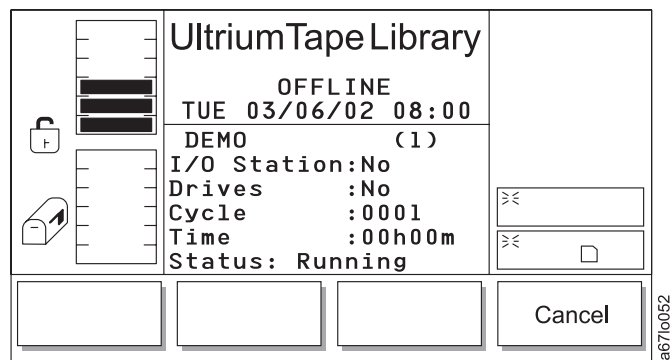

Abbildung 183. Anzeige für Demoausführung
- Wird **OK** ausgewählt, werden die Feldwerte angewendet, und die Demooperation wird gestartet (siehe Abb. 183 auf Seite 197).
Tabelle 132. Übersetzung von Abb. 183, Anzeige für Demoausführung